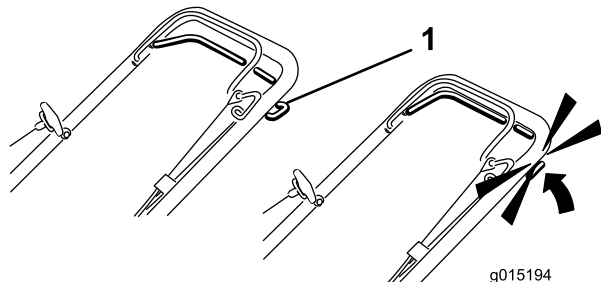

Figura 24
1. Per utilizzare la trazione automatica premete e tenete premuta la barra contro la stegola (Figura 24).